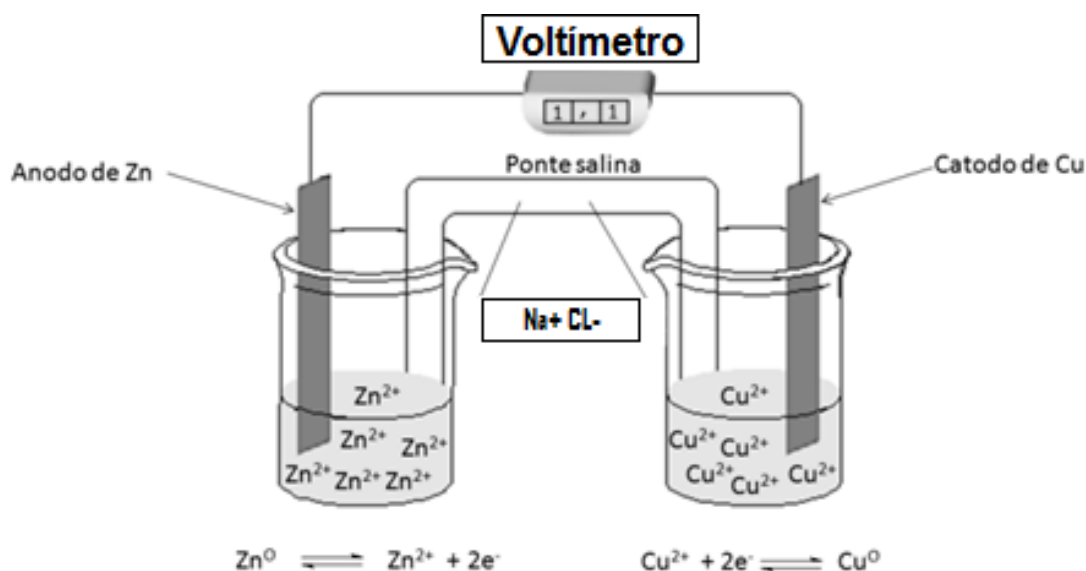

Figura 10.1: Representação da pilha $Zn^0|Zn^{2+}||Cu^{2+}|Cu^0$
5. Mergulhe o tubo em U nas soluções assim como ilustrado na **Figura 10.1**.